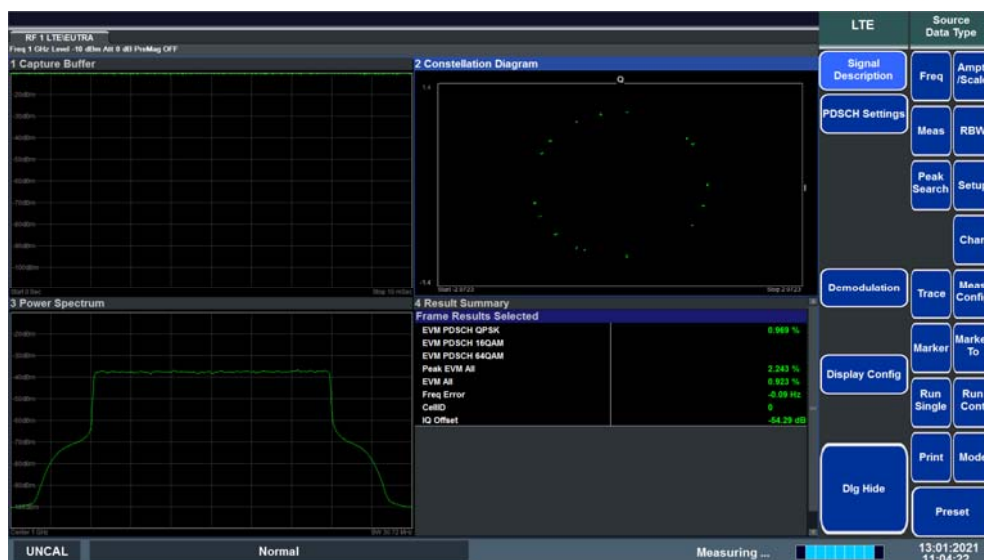

图 4.3 EVM 测试结果
- 测试 EVM Average、EVM Peak 的结果如图 4.3 所示。